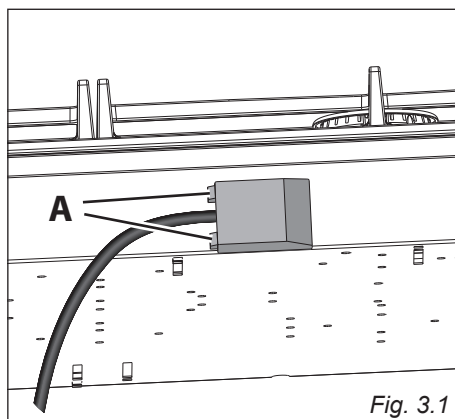

Fig. 3.1
- Løsne dekselet til tilkoblingsboksen ved å bruke en flat skrutrekker i hjørnene "A" (Fig. 3.1).